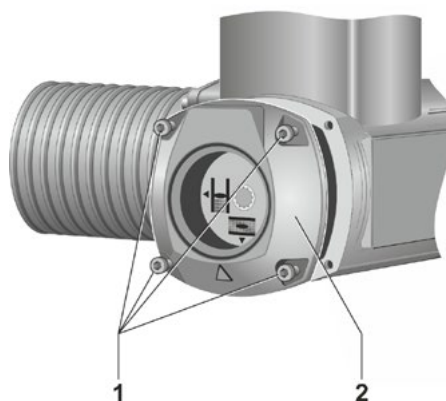

Fig. 1: Ta av deksel
1. Løsne de fire skruene (fig. 1, pos. 1) og ta av dekslet (2). Vær oppmerksom på pakningen.
8. Skru på dekslet (fig. 1, pos. 2) igjen, sørg for riktig feste av pakningen.